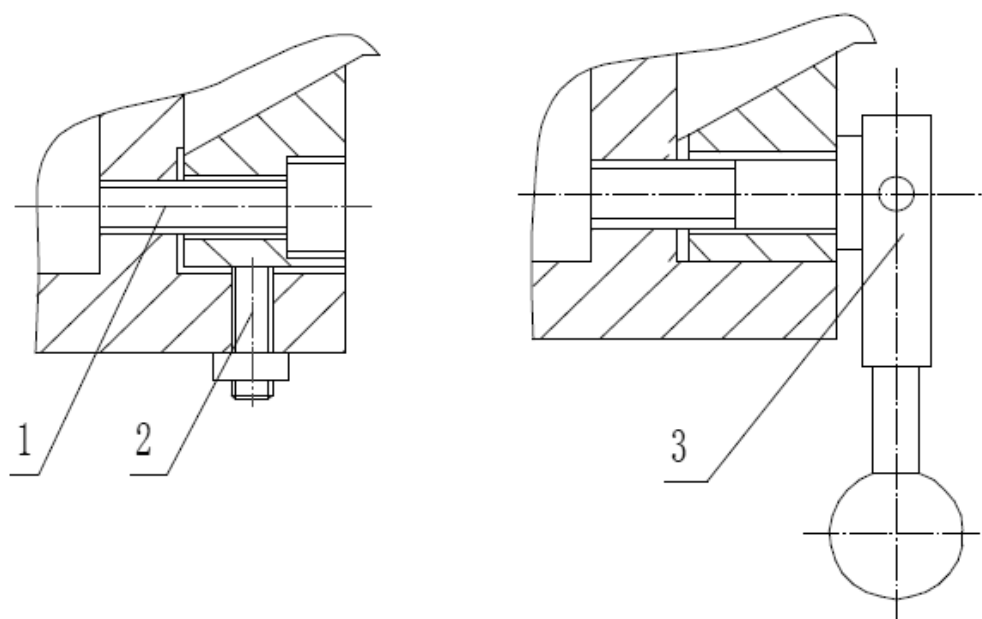

Рис. 10
7.1.4. Регулировка зазора между консолью и колонной (Рис.10)